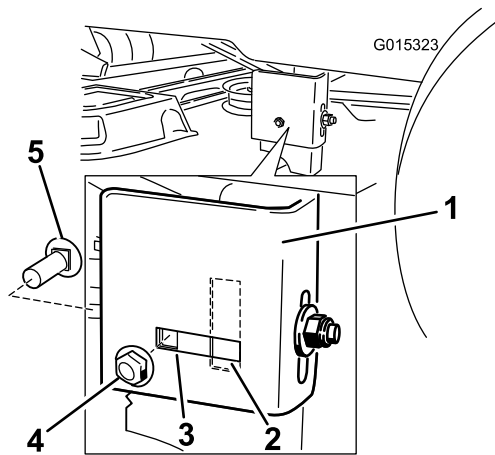

Figura 49
7. Vaya al lado izquierdo de la máquina. Retire el perno de cuello cuadrado lateral y la tuerca de bloqueo de la posición fija, e instálos en la posición ranurada trasera (Figura 49). No apriete del todo la contratuerca.
8. Afloje la tuerca de bloqueo trasera de la pletina de suspensión lo suficiente para permitir ajustar la pletina (Figura 49).